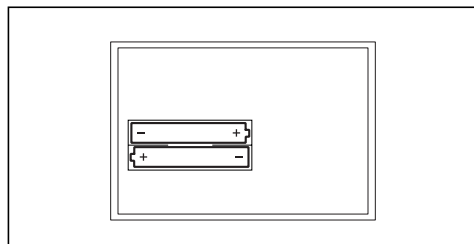

Fig. 4.2 Sostituzione delle batterie
- Procedere ora con la sostituzione delle batterie (2x AAA-LR03; Fig. 4.2). Assicurarsi che la polarità delle batterie sia corretta.